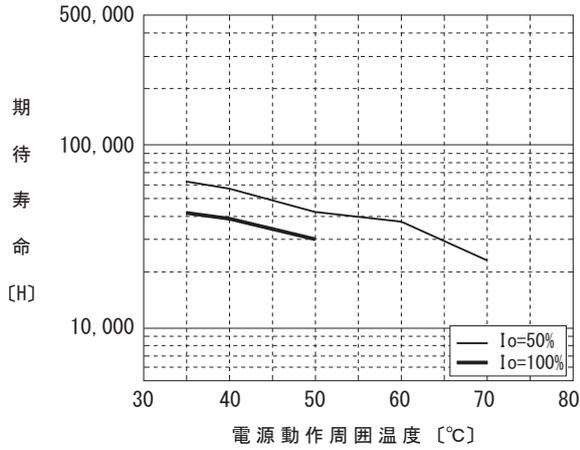

図 3.2 ファン期待寿命
■使用条件によってファンの期待寿命 (R(t)=90%) は図 3.2 のようになります。